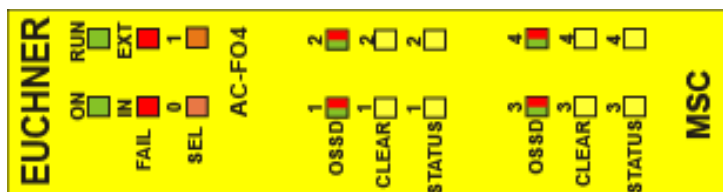

Figura 21:
8.3.9. Módulo AC-F04 (Figura 21)